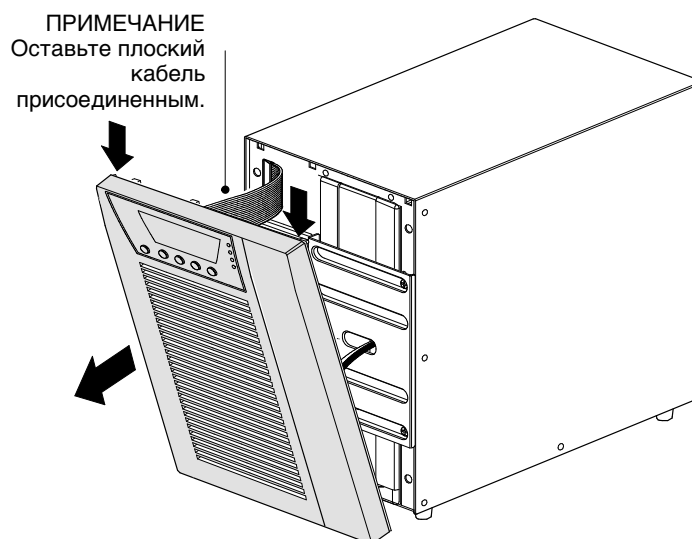

Рисунок 25. Снятие передней крышки ИБП
1. Снимите переднюю крышку ИБП (см. Рисунок 25).